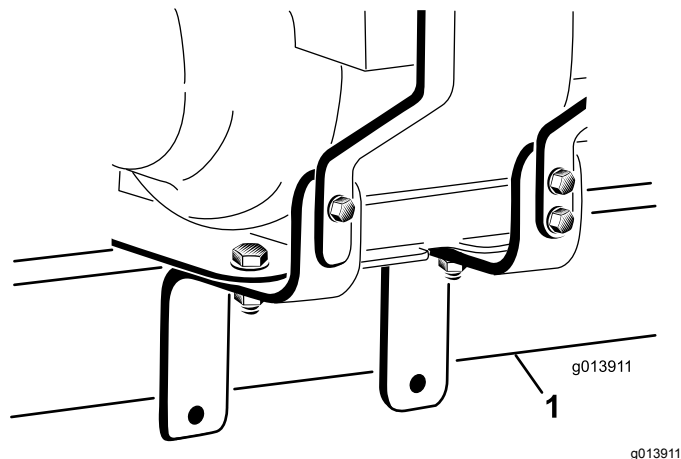

図 5
20. エンジンアセンブリは重いので、位置決めが難しい。助手を一人使って、エンジンアセンブリをプロパスのヒッチチューブに載せる。エンジンの取り付けブラケットがヒッチチューブ 図 5をまたいでい